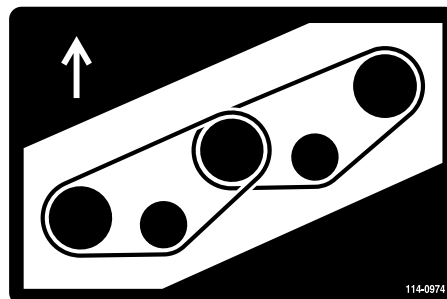
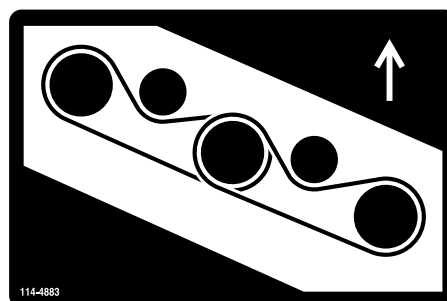

Figure 86
Figure 87
5. Acheminez la courroie neuve autour des poulies d'axe et de l'ensemble poulie de tension, comme indiqué à la Figure 86 et Figure 87.